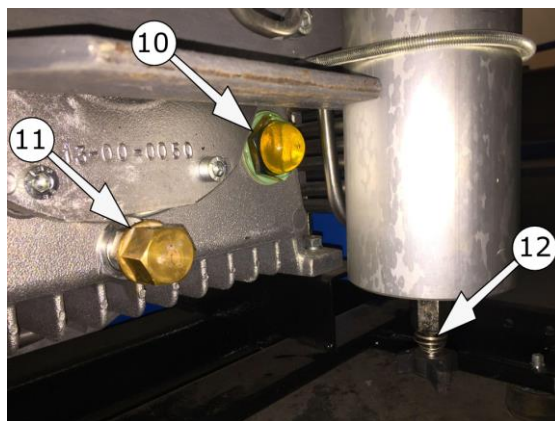

Рисунок 2 Компрессор. Вид снизу
- Открутите верхнюю пробку **8** (рис.2);